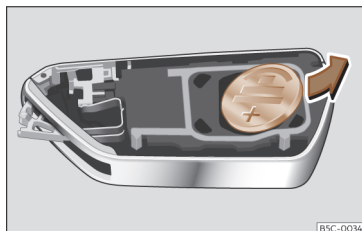

Fig. 74 Chave do veículo: remoção da pilha.
- Extraia a pilha do compartimento com um objeto fino adequado >>> Fig. 74.
- Coloque a pilha nova, pressionando-a no compartimento respetivo >>> ①.